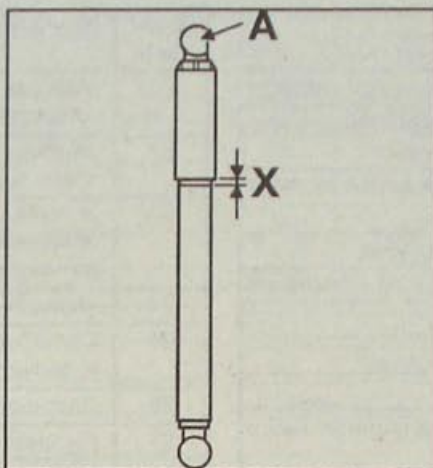

Рис. 3.16. Амортизатор замедления:
- Поддерживая трос в натянутом состоянии, зафиксируйте его на расстоянии (X, рис. 3.16) от рычага холостого хода, которое соответственно равно:
- Нажмите на верхний шарнир амортизатора до получения регулировочного зазора $X=2 \text{ мм}$ (рис. 3.16).